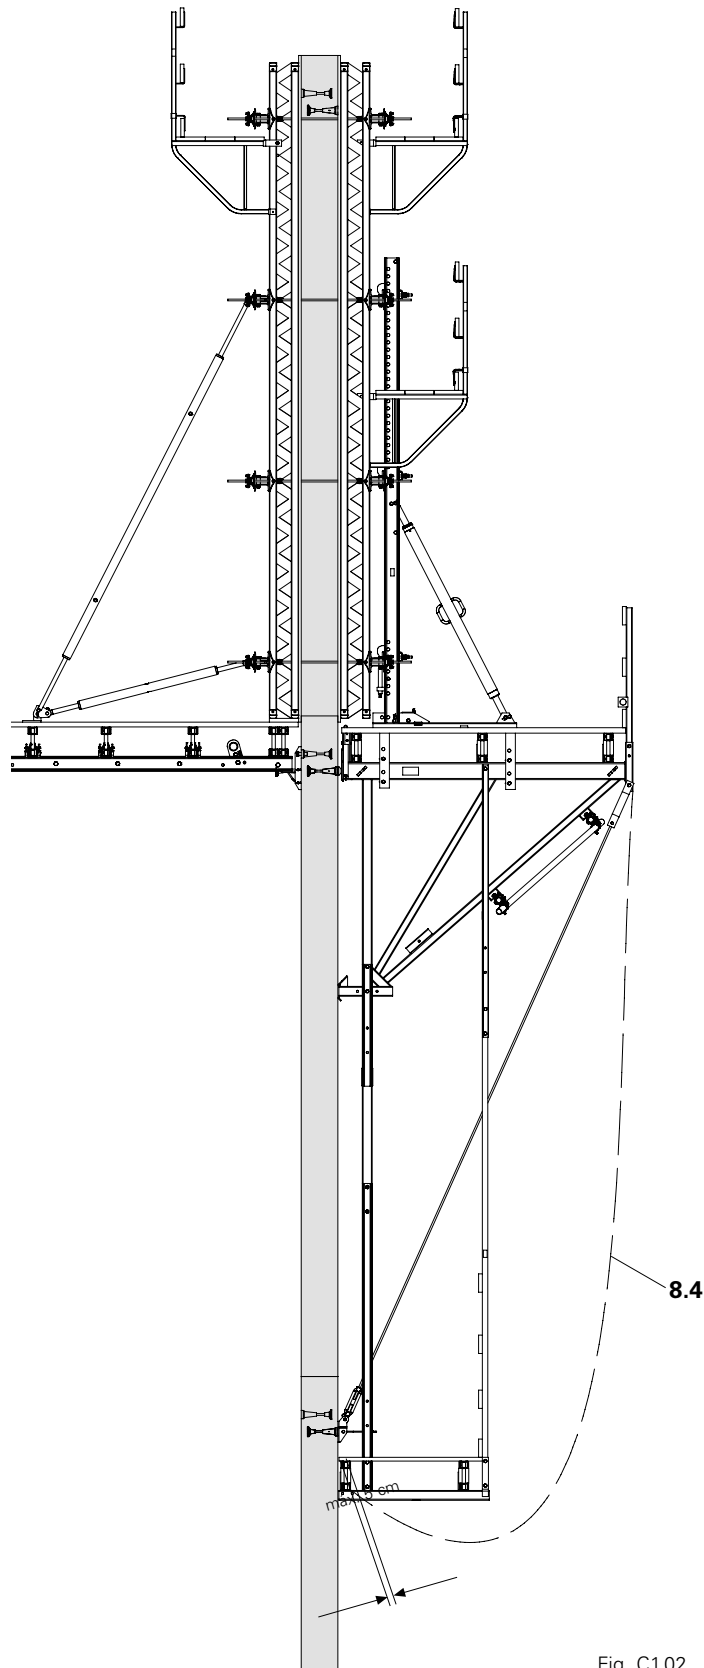

Fig. C1.02
- Debe permitirse el acceso seguro a los puntos de atado incorporando plataformas intermedias. (Fig. C1.02)